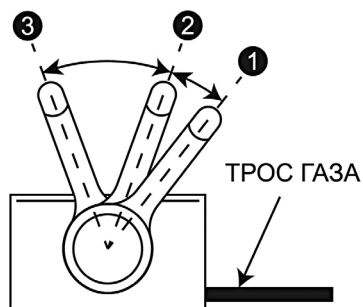

Рис. 16 Положения рычага газа
- Для запуска холодного двигателя закройте воздушную заслонку карбюратора, для этого переведите рычаг газа 6 (Рис. 1) в положение «1» (Рис. 16). Для запуска прогретого двигателя переведите рычаг газа на 1/3 хода из положения 3 в сторону положения 2 (Рис. 16).
2. Рычагом газа переведите двигатель в режим холостого хода (переведите рычаг газа в положение 3 (холостых оборотов) (Рис. 16)
Кошение необходимо производить только на максимальных оборотах двигателя (рычаг газа в положении 2 (Рис. 16)). Уменьшение оборотов двигателя для снижения скорости движения газонокосилки допускается только на короткое, непродолжительное время. Постоянная работа двигателя газонокосилки на средних и холостых оборотах с целью уменьшения скорости движения газонокосилки (или возможной экономии топлива) запрещается. В противном случае, это приведет к